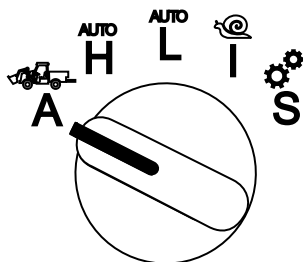

Figura 24
33. Girate la manopola del selettore della modalità alla posizione ATTREZZO (Figura 24).